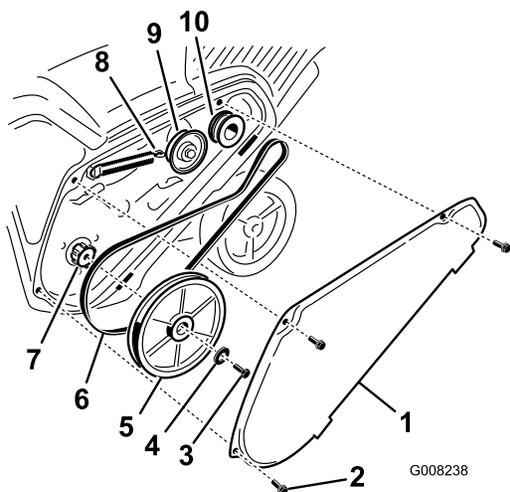

图 28
1. 如图 28 所示卸下 3 个螺栓从而卸下传动皮带罩。
2. 从总轮臂上解开制动弹簧释放皮带张紧力图 28。
3. 卸下固定转子皮带轮的螺丝和弧形垫圈图 28。
4. 卸下转子皮带轮和传动皮带图 28。
**注意** 首先将新传动皮带绕到发动机皮带轮然后是总轮皮带轮最后松松地缠绕到位于转子轴正上方的转子皮带轮图 28。
6. 将转子皮带轮安装到转子轴上图 28。
7. 安装弧形垫圈和转子皮带轮并进行紧固图 28。